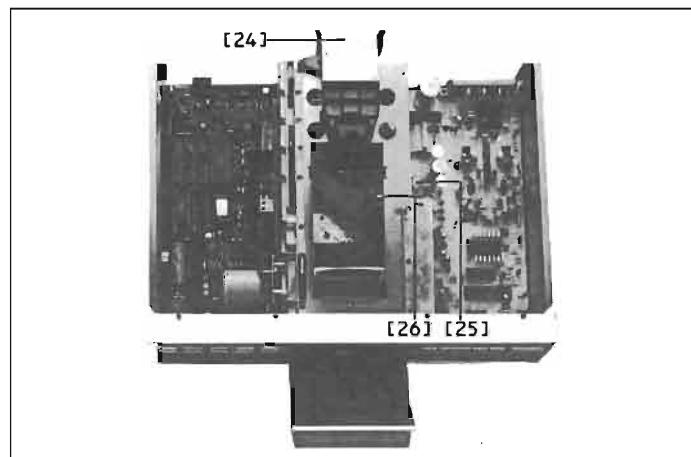
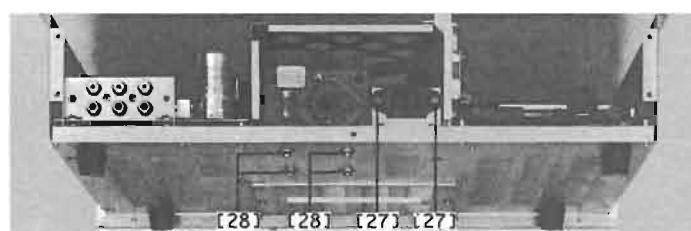
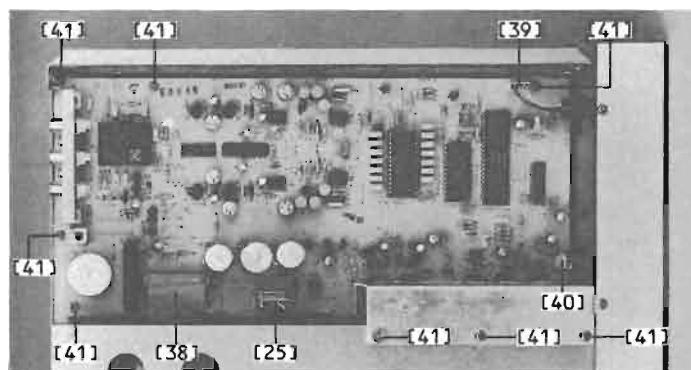

Fig. 2.9
Fig. 2.10
Fig. 2.12
→ Fig. 2.9 / Fig. 2.10
→ Fig. 2.9 / Fig. 2.12
-> Fig. 2.12 / Fig. 2.13